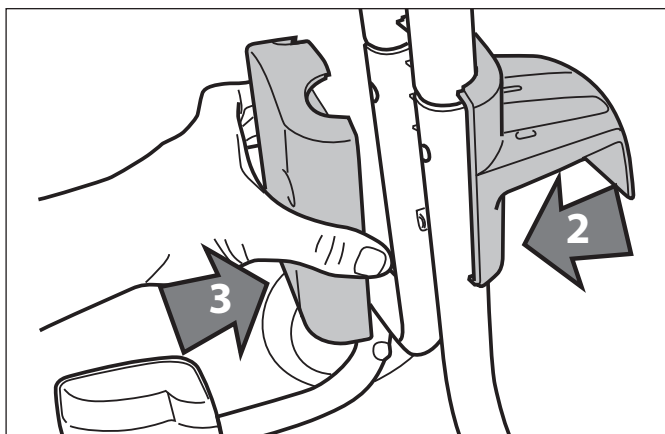
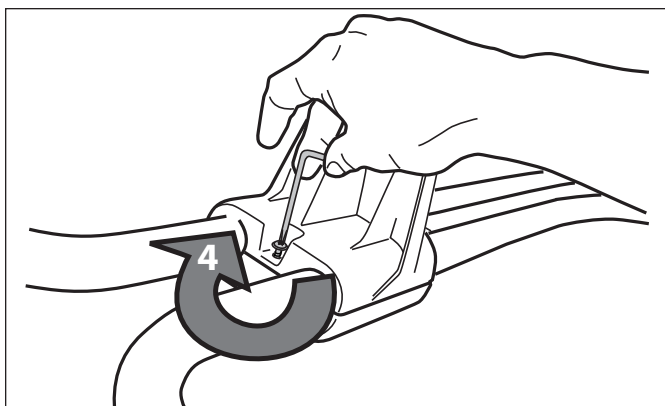

Figure 3. Positionner le crochet du câble d'alimentation inférieur
Figure 4. Fixer correctement le crochet du câble d'alimentation inférieur
2. Placer le crochet du câble d'alimentation inférieur comme illustré à la Figure 3. Placer la plaque du crochet du câble face au crochet du câble d'alimentation. Fixer solidement à l'aide d'une vis, puis serrer avec la clé Torx®. Se référer à la Figure 4.